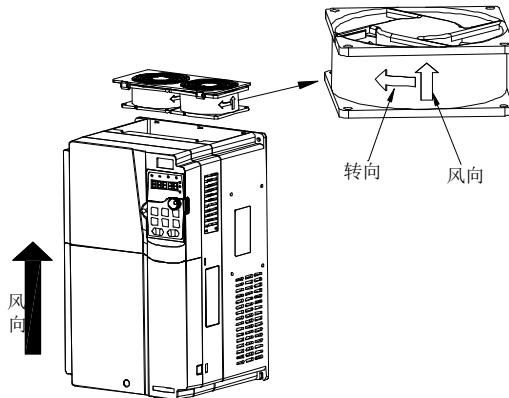

图 10-1 .5kW (含) 以上机器风扇维护
- 5、将新的冷却风扇装入变频器内；并按照相反的顺序将风扇电缆插入线夹，装好变频器，请注意风扇的风向与变频器风向保持一致，如下图 10-1 所示。